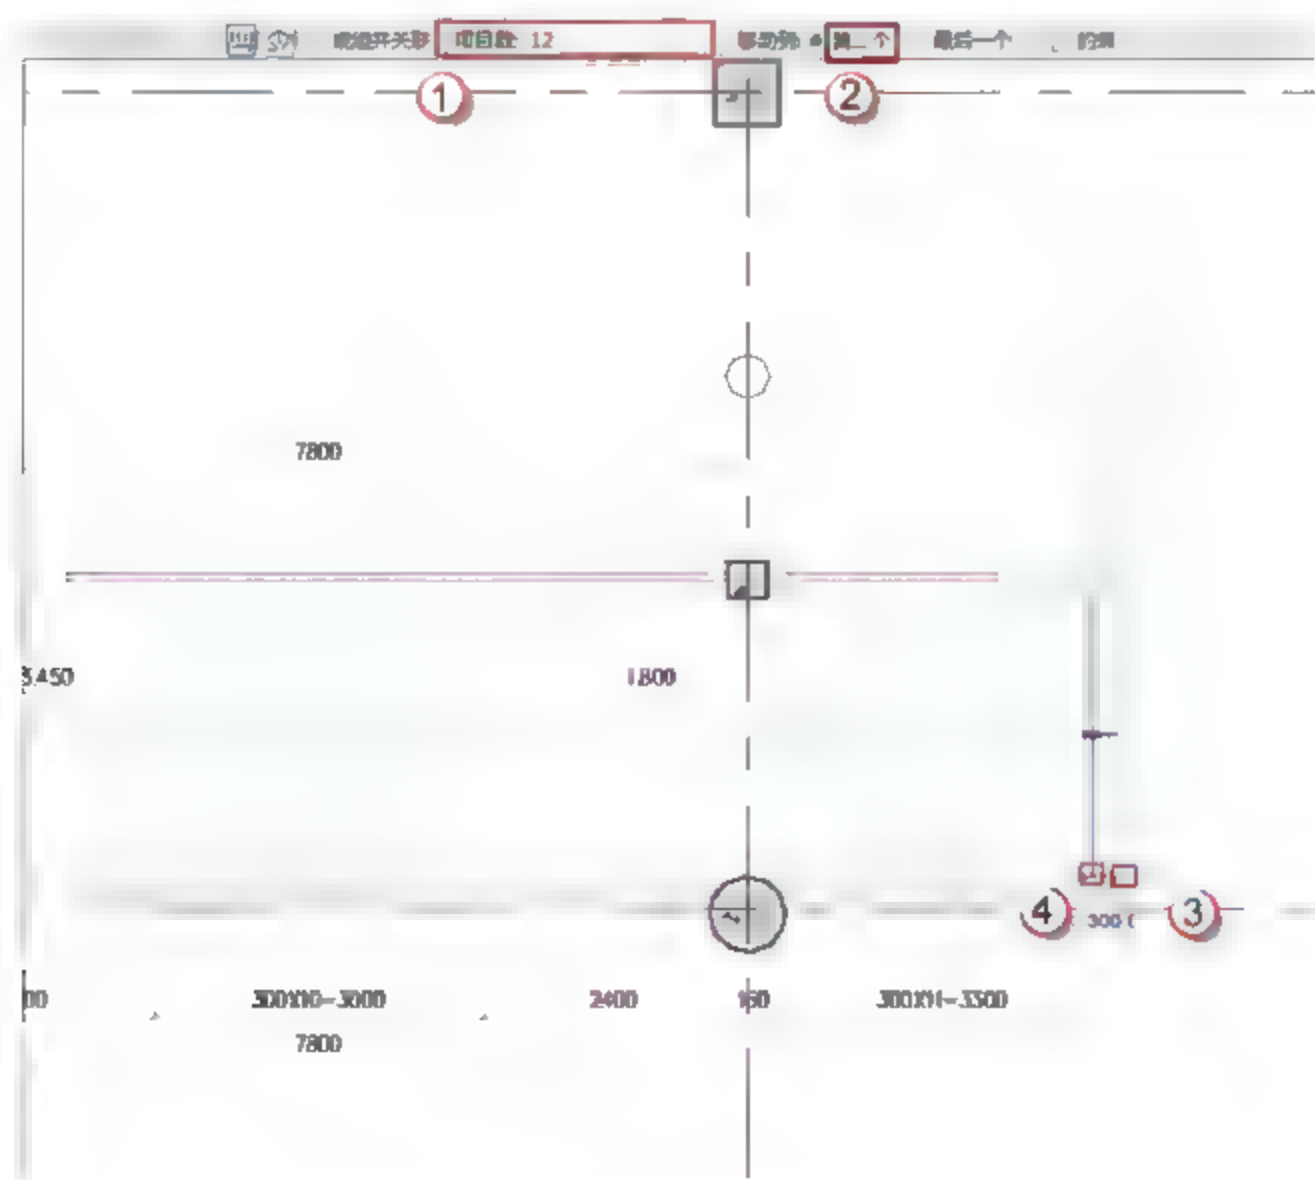
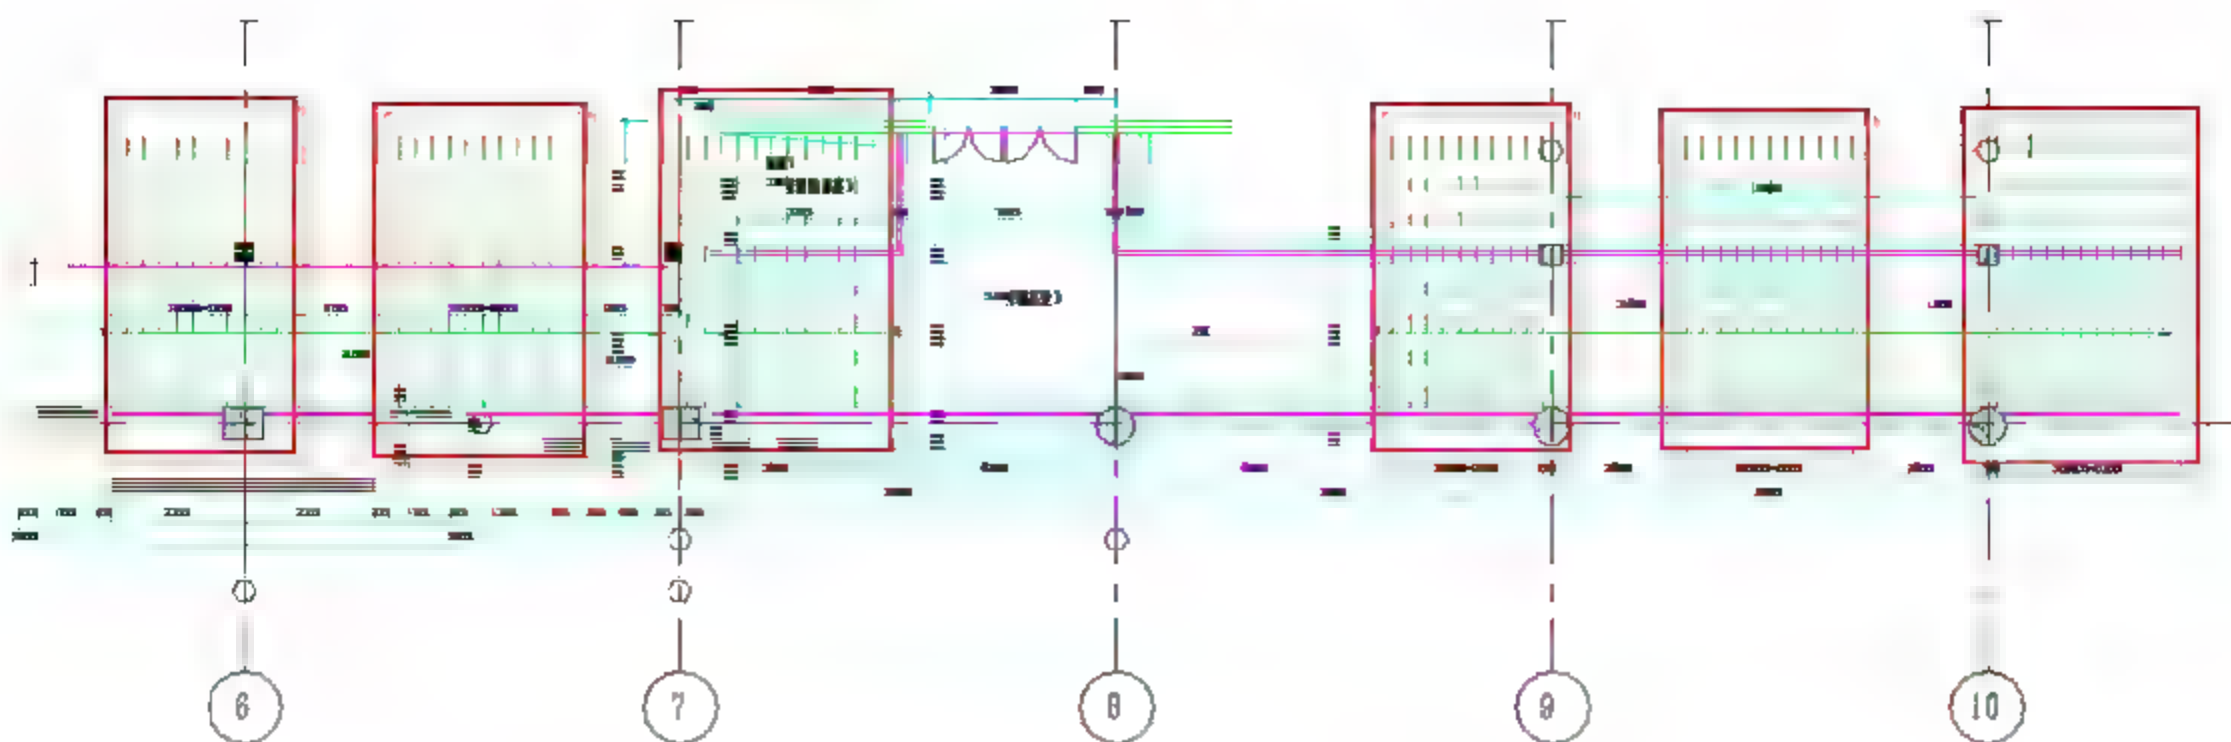

图 11.2.68 阵列参照平面
图 11.2.69 完成竖直参照平面绘制
(4) 绘制竖直参照平面。按快捷键R+P绘制参照平面,与最右边楼梯线对齐绘制一条参照平面线。绘制完成后,选择参照平面线,按快捷键A+R阵列参照平面,在选项栏中不选择“成组并关联”复选框,“项目数”设置为“12”个单位,“移动到”选择“第二个”单选按钮,然后捕捉参照线一端点“2”点相邻一点“3”点进行阵列即可完成,如图11.2.68所示。再重复此步骤,完成此台阶的所有竖直参照平面,如图11.2.69所示。